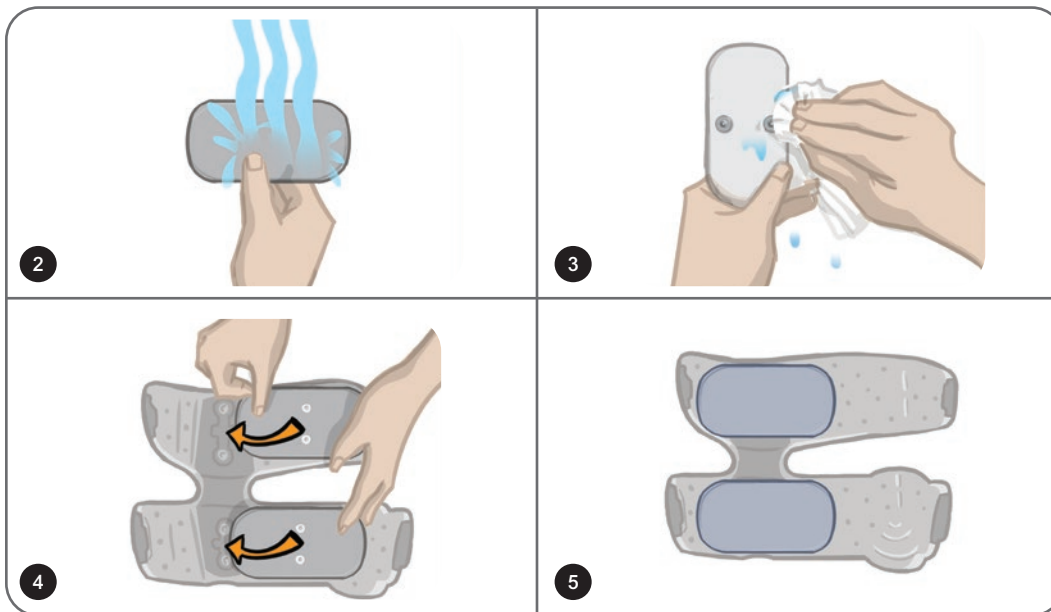

Abbildung 8-16: Anpassen der Oberschenkel-Gewebeelektroden
**So passen Sie die Oberschenkel-Gewebeelektroden an: (siehe Abbildung 8-16)**